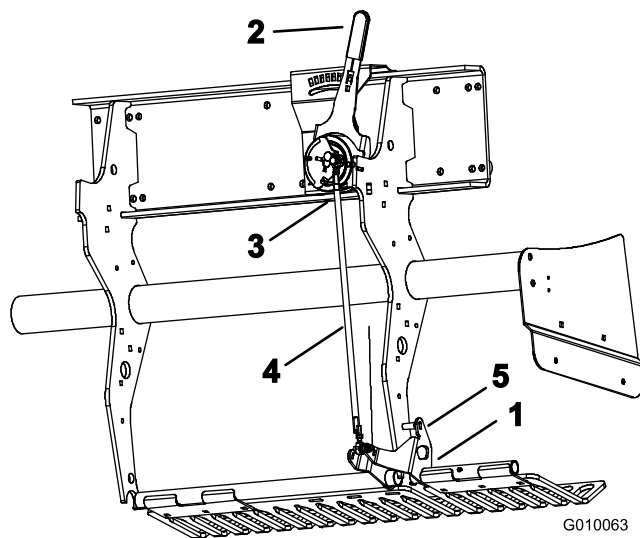

Рисунок 58
1. Поверните монтажный кронштейн левого травотбойника (Рисунок 58) так, чтобы между кронштейном и трубой настройки глубины, приваренной к раме, можно было ввести стопорный штифт (стержень или болт 5/16 дюймов).
2. Переведите рычаг регулировки глубины погружения (Рисунок 58) на настройку Н (самую глубокую).
3. Отсоедините наружный шариковый выключатель (Рисунок 58) от жгута проводов (переключатель «Вал опущен»).
4. Ослабьте зажимные гайки (левую и правую) на тяге регулировки глубины (Рисунок 58).